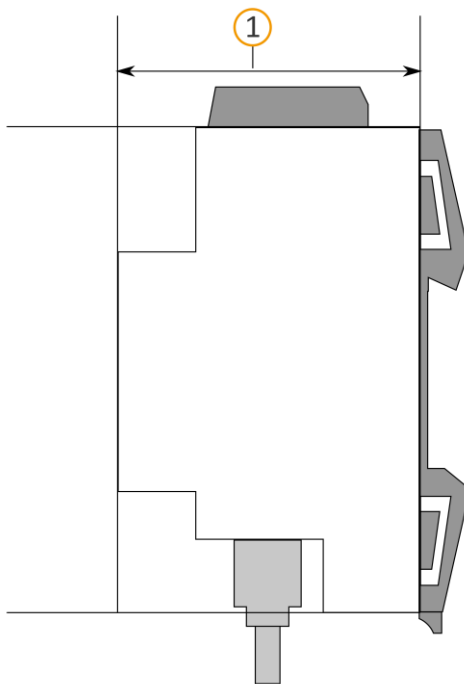

Abbildung 4: Gerät seitlich
Gerätetiefe ► vgl. Abbildung 4 (1)